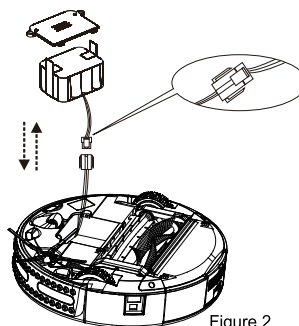

Figure 2
2. Соедините два терминала во время установки батареи. (См. Рисунок 2)
(См. Рисунок 2/3)
2. Пожалуйста, разместите положительный и отрицательный полюса правильно, опасаясь повреждения в результате неправильного полюса! (См. Рисунок 2)